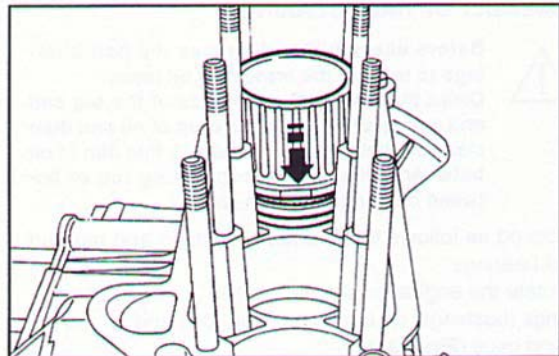

Fig. 131 ▲
- inserire le canne cilindri con il loro anello di tenuta (OR) nel basamento, posizionando correttamente lo smusso (Fig. 131);
- insert the cylinder liners with their O-ring in the engine block, ensuring that the chamfering is in the correct position (Fig. 131);